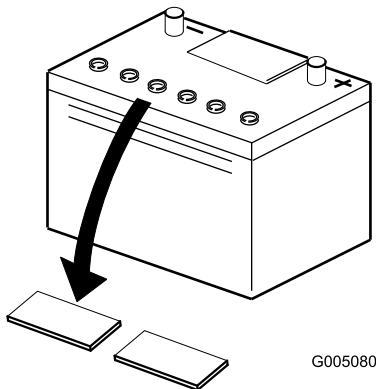

Figure 3
2. Nettoyez le dessus de la batterie puis retirez les bouchons d'aération (Figure 3).